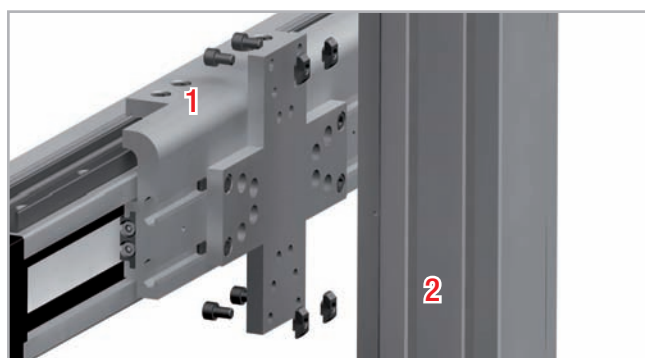

Abb. 107
4. Führen Sie die Schrauben von der anderen Seite der Verbindungsplatte ein (s. Abb. 107).